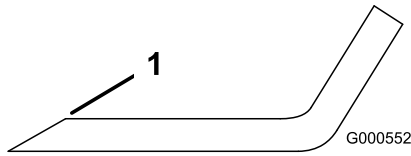

Figura 75
- Utilice una lima para afilar el filo de corte en ambos extremos de la cuchilla (Figura 75).
Nota: Si la cuchilla no está equilibrada, rebaje algo del metal en la parte de la vela solamente con una lima (Figura 75).